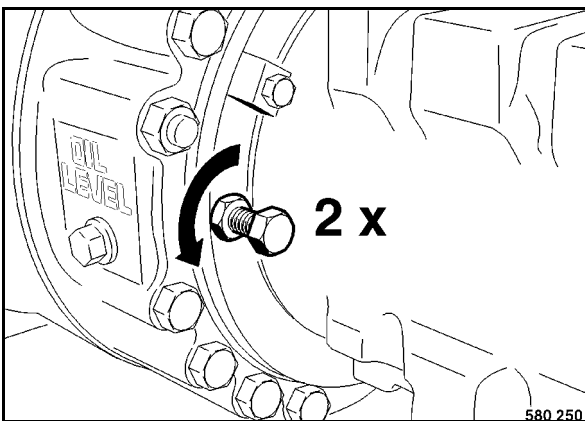

Fig. 82
- Desenroscar los tornillos para soltar el freno (Fig. 82) por dos vueltas y apretar las contratuercas.